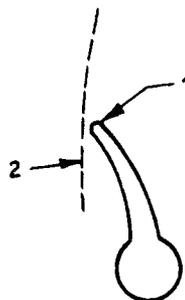
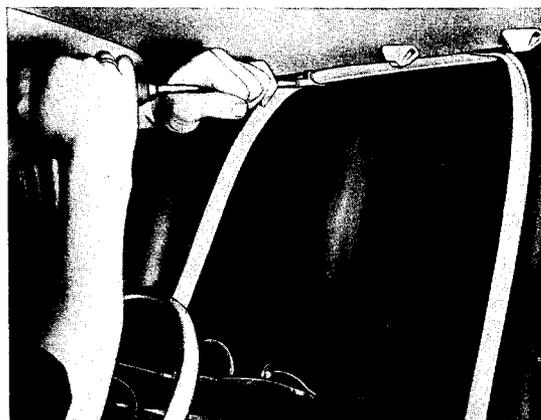

Bild 218 - Abdeckköder
Bild 219 - Abdeckköder in Windschutzscheiben-Gummifassung mit Montierahle S-1185 einziehen
20. Wagen mit Frischluft-Kurbeldach haben an der Windschutzscheiben-Gummifassung **oben** an Stelle der Gummischnur einen Abdeckköder (Bild 218), der mit der Abdeckköder-Montierahle S-1185 so in die Gummifassung einzuziehen ist, daß der Wulst des Köders in der Rille der Gummifassung und die abgebogene Lippe am Himmel zu liegen kommt (Bild 219). Als Gleitmittel ist Glycerin zu verwenden.